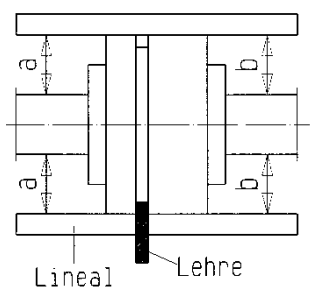

Bild 4 - Ausrichten der Kupplung mit Lehre und Lineal
- Vor dem Ausrichten der Kupplung Schrauben (S7) zwischen Lagerträger (10) und Stützfuß (80/F) lockern und erst nach dem Ausrichten wieder festziehen. Nach dem Festziehen der Schrauben (S7) die Messung noch einmal wiederholen.
- Das Aggregat ist richtig ausgerichtet, wenn ein über beide Kupplungshälften axial gelegtes Lineal überall auf dem Umfang gleichen Abstand von der jeweiligen Welle hat. Ferner müssen beide Kupplungshälften überall am Umfang gleichen Abstand voneinander haben. Dies ist mit Taster, Lehre oder Messuhr nachzuprüfen; siehe Bild 4 und 5.